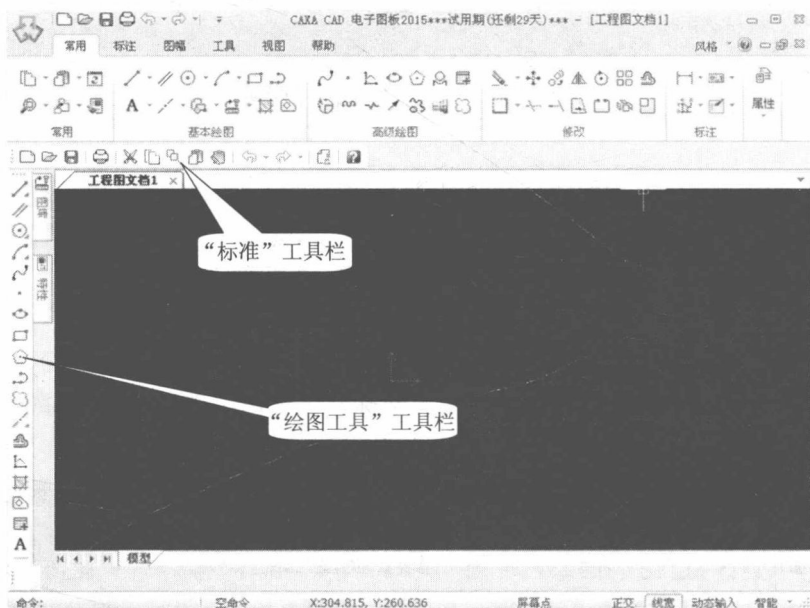

图 1-23 自定义后的用户界面
(4) 在对话框中选择“绘图工具”、“标准”复选项，其界面将会发生变化，结果如图 1-23 所示。